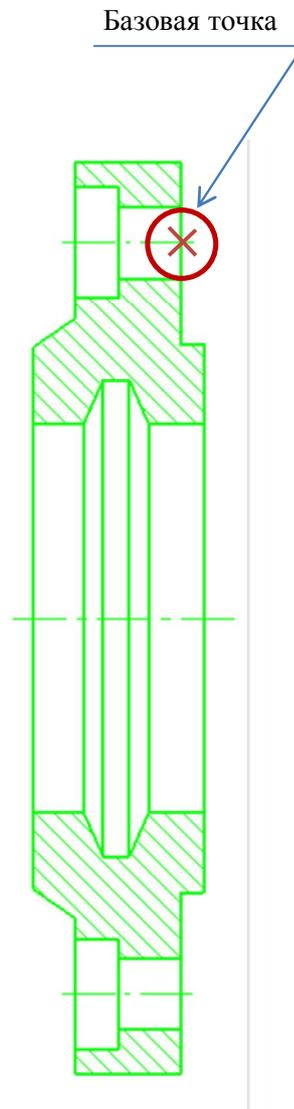

Рис. 4.15. Базовая точка для копирования изображения «Крышка б»
- Замените верхнюю половину вида разрезом с помощью команды «Симметрия» (см. п. 2.1, рис. 4.15).
- Выберите команду «Копировать»  на стандартной панели. Укажите базовую точку, как показано на рис. 4.15.